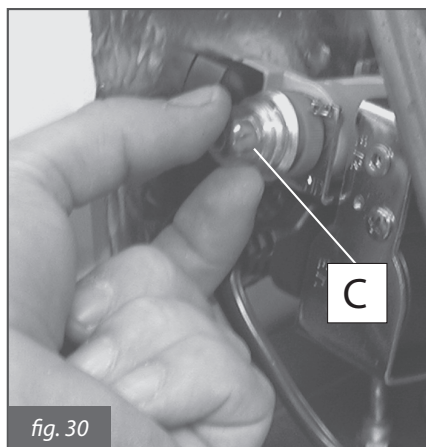

fig. 30
- quitar la tapa de plástico **C** (fig. 30), colocada en la parte más alta de la bobina de modulación, que protege los tornillos de regulación del regulador de presión;